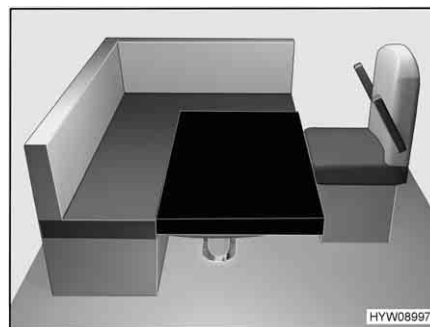

Fig. 80 Dopo la trasformazione
- Posizionare il cuscino aggiuntivo sul tavolo come mostrato in Fig. 80. Gli angoli arrotondati sono indicati in avanti a destra.